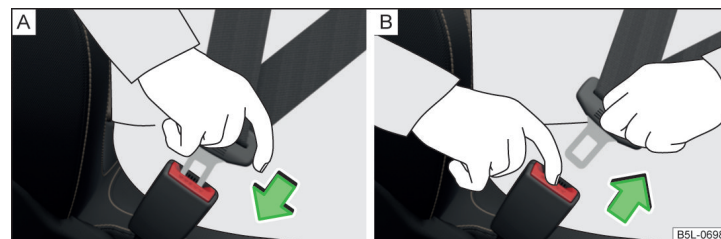

Fig. 6 Colocar y quitar el cinturón de seguridad
- Introduzca la lengüeta en el cierre correspondiente al asiento » fig. 6 - A hasta que se oiga como encaja.
- Agarrar la lengüeta del cinturón y pulsar la tecla roja en el cierre del cinturón » fig. 6 - B, la lengüeta del cinturón saldrá disparada.